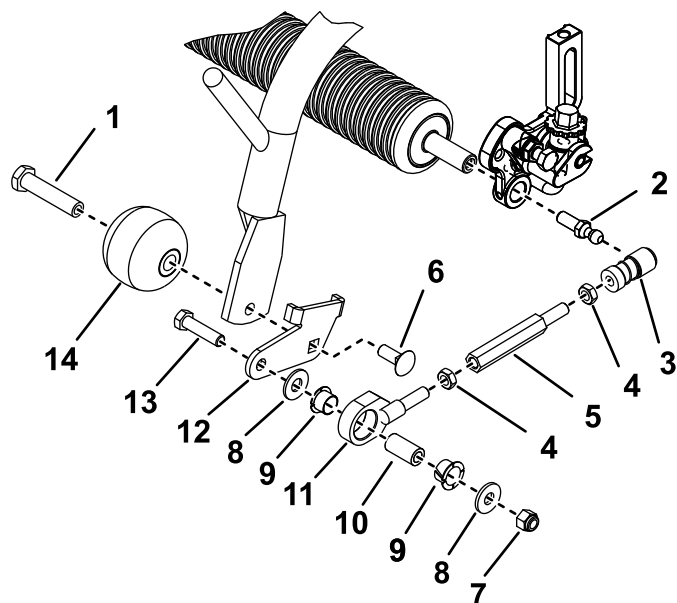

図 4
4. 先ほど外したジャムナットを、新しい長いプルアームエクステンションと、既存のプルリンクブッシュアセンブリとに取り付ける 図 4。
5. 新しい長いプルアームエクステンションを、既存のプルリンクアセンブリとボールジョイントレシーバアセンブリに組み付ける 図 4。この時点ではまだジャムナットを締め付けないこと。
6. 対応するリンクブラケット右または左と先ほど外した芝削り防止ローラを、各前フレームキャリアフレームの端部に取り付けるキャリッジボルトとローラシャフトを使用する。ブラケットは 図 4 のように組み付ける。
7. 各リンクブラケットの外側に、プルリンクアセンブリを取り付ける新しいボルト3/8 x 2 インチ、先ほど外した平ワッシャ、新しいブッシュ2個、先ほど外したスペーサ、平ワッシャとロックナットを使用する。各コンポーネントは 図 4 のように組み付ける。
8. スリーブをボールジョイントレシーバの位置まで引き戻し、レシーバをボールスタッドに取り付ける 図 4。